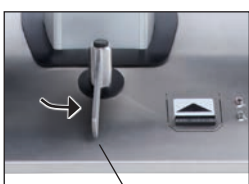

Fig. 7
- Pousser le levier vers l'avant  (3, fig. 7), pour rentrer les roues.
Positions du levier (Fig. 7 + 8):